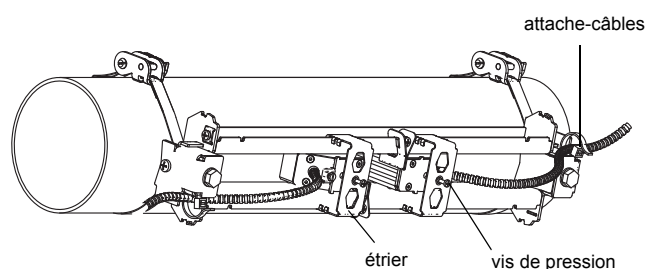

Fig. 9.46: Capteurs dans le rail
- Glissez les étriers par dessus les capteurs (voir Fig. 9.46).
- Fixez les câbles des capteurs avec un attache-câbles de manière à les protéger des contraintes mécaniques (voir Fig. 9.46).